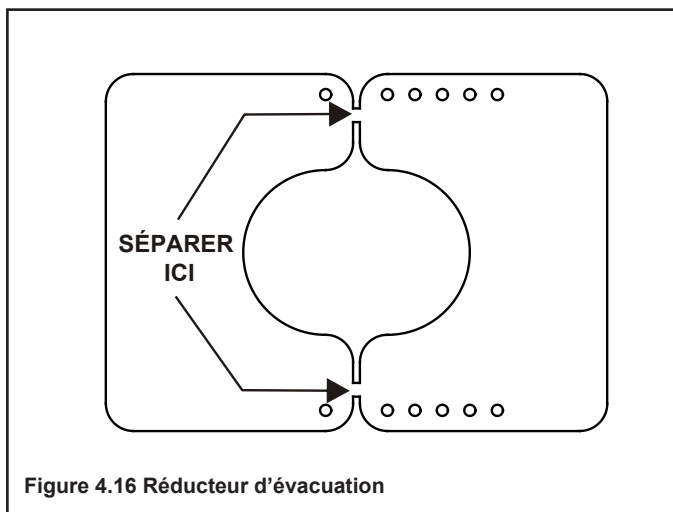

Figure 4.16 Réducteur d'évacuation
- Séparez le réducteur d'évacuation en deux morceaux. Vous pouvez y arriver en pliant la pièce d'avant à en arrière, jusqu'à ce qu'elles se séparent (voir Figure 4.16).